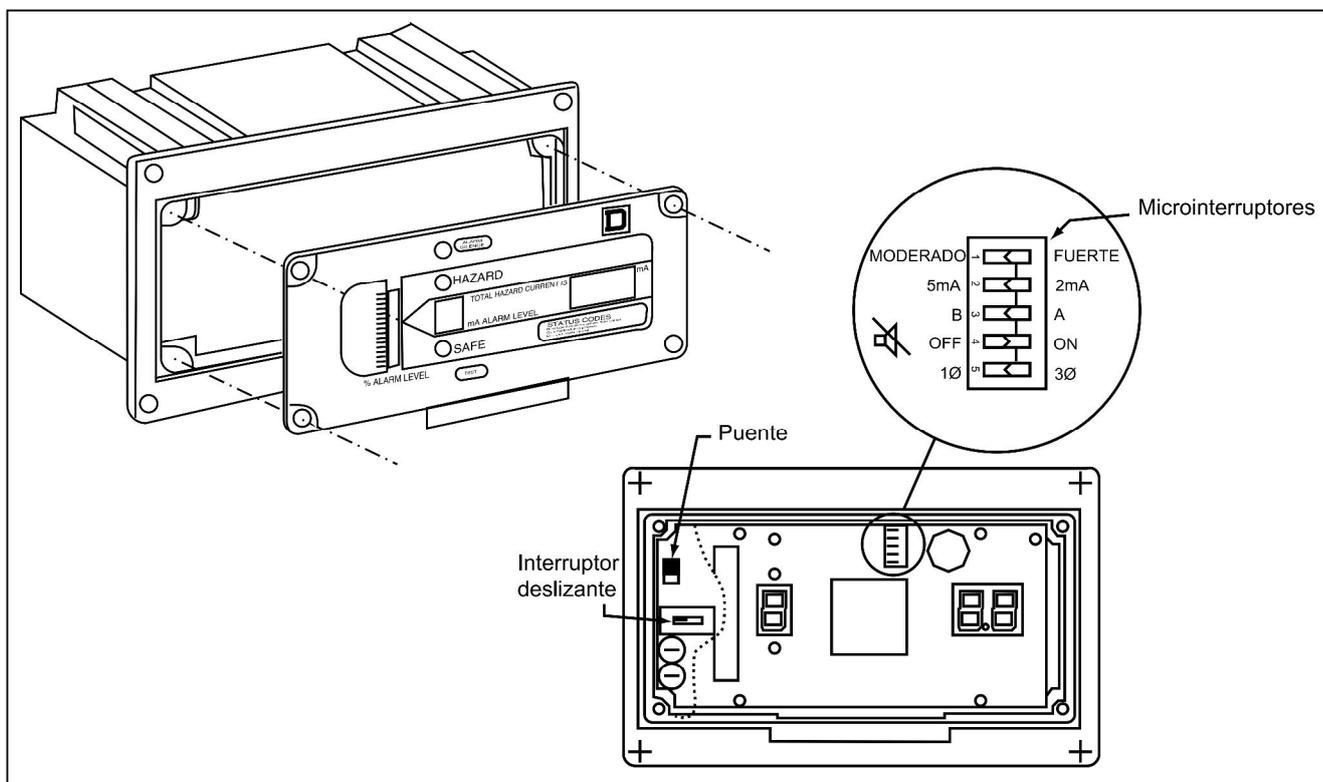

Figura 4 La placa frontal se muestra retirada para mostrar las posiciones de los microinterruptores, el puente y el interruptor deslizante.
En esta sección se explican los procedimientos para ajustar los microinterruptores y puentes, así como el interruptor deslizante, los cuales definen el funcionamiento del LIM. Vea todos los ajustes en la figura 4.
- b. Desmonte la placa frontal usando un destornillador T-9 TORX®; saque los dos fusibles del tablero de circuitos inferior del LIM (vea la figura 4 en la página 9).